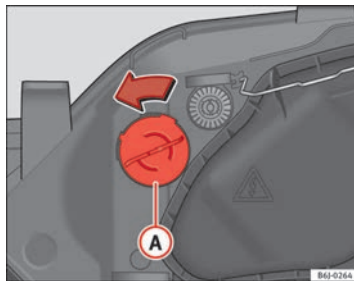

Fig. 156 Luz intermitente
- Gire el portalámparas → fig. 156 **A** a la izquierda y tirar.